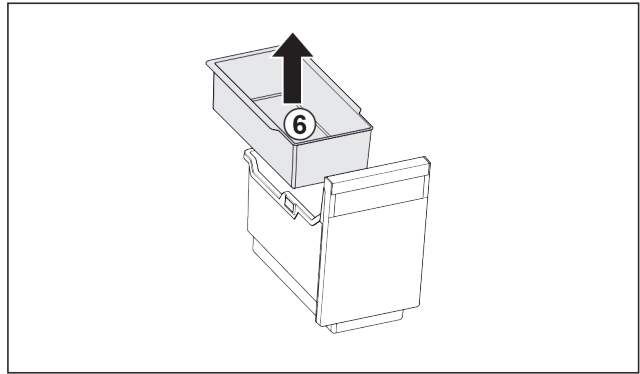

Fig. 118
- Retirer le *Fig. 118 (6)* balconnet pour glaçons.